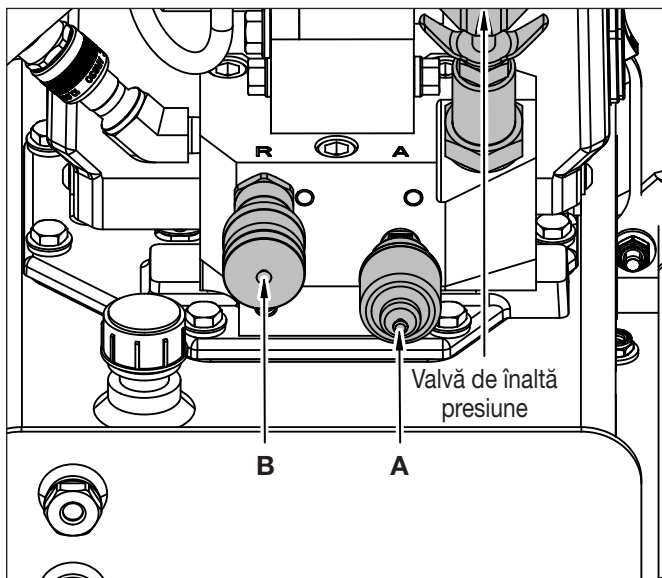

Figura 3: Ieșire pompă
1. Slăbiți contrapiulița și deșurubați (roțiți în sens antiorar) valva de înaltă presiune pentru a preveni acumularea neintenționată de presiune. Nu sunt necesare scule pentru reglarea valvei de înaltă presiune. Vezi figura 3.
3. Cuplați furtunurile la colectorul de ieșire al pompei indicat în Figura 3. ASIGURAȚI-VĂ că utilizați furtun cu presiune nominală de 700 bari [10.000 PSI]. Strângeți manual inelele de blocare ale cuplajului
2. Slăbiți contrapiulița și dați înapoi valva de înaltă presiune pentru a preveni acumularea nedorită a presiunii. Vezi figura 3.